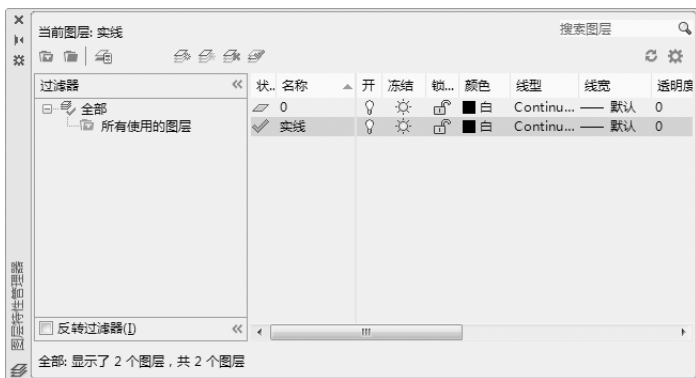

图 4-19 更改图层名
(1) 单击“默认”选项卡“图层”面板中的“图层特性”按钮，打开“图层特性管理器”选项板。
(2) 单击“新建图层”按钮，创建一个新图层，把该图层的名字由默认的“图层1”改为“实线”，线型不变，如图4-19所示。